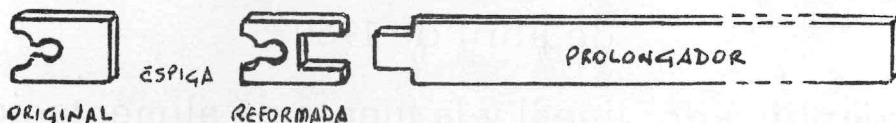

FIG 1
FIG. 1.—(A) Dipolo portátil construido con línea de 300 ohmios, operando las bandas de 40, 20, 15 y 10 m. (B) Sección de la antena que resuena en 40 y 15 m. (C) Sección para 20 m, usando el largo de la de 40 m, efectivamente acortada por los «stubs» de un cuarto de onda en los extremos. (D) Sección para banda de 10 m, convencional.